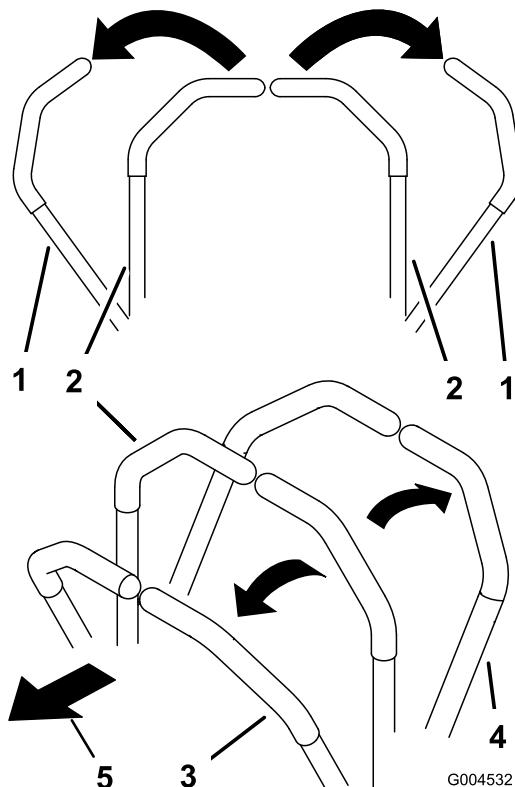

Figura 18
1. Mova as alavancas de controlo de movimento (Figura 18) para fora para a posição de BLOQUEADAS EM PONTO-MORTO.
3. Para andar para frente empurre as alavancas de controlo do movimento para a frente (Figura 18).
Para andar direito, aplique pressão igual em ambas as alavancas de controlo do movimento (Figura 18).
Para rodar, move a alavanca de controlo de movimento para ponto-morto na direção para a qual quer virar (Figura 18).
2. Para andar para trás, puxe as alavancas de controlo do movimento para trás (Figura 18).
Para rodar, liberte a pressão da alavanca de controlo de movimento virada para a direção para a qual quer virar (Figura 18).